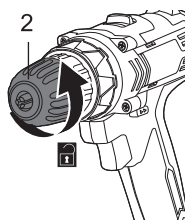

Fig. 1
- > Răsuciți manșonul mandrinei (2) în sens antiorar până când fălcile mandrinei se deschid suficient de larg pentru a introduce bitul de găurire (fig. 1).